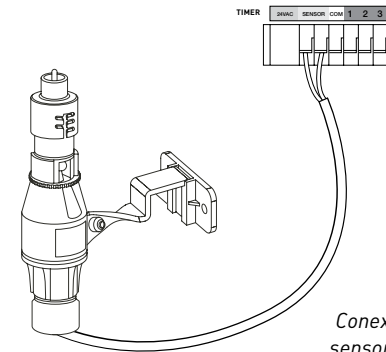

Figura 6:
- Coloque el interruptor de encendido y apagado del sensor en la posición "ON" para comenzar el funcionamiento (consulte la figura 6).